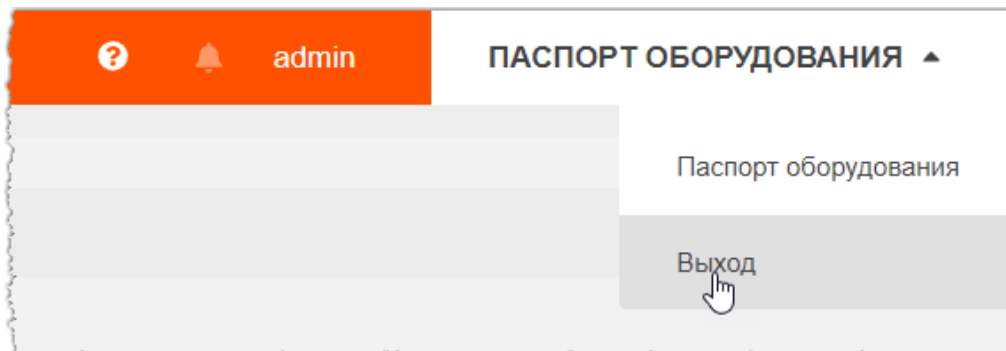

Рисунок 43 – Кнопка выхода из программы
2. Нажать кнопку **«Выход»** в меню, которое появится при нажатии кнопки  в правом верхнем углу экрана программы (рисунок 43).